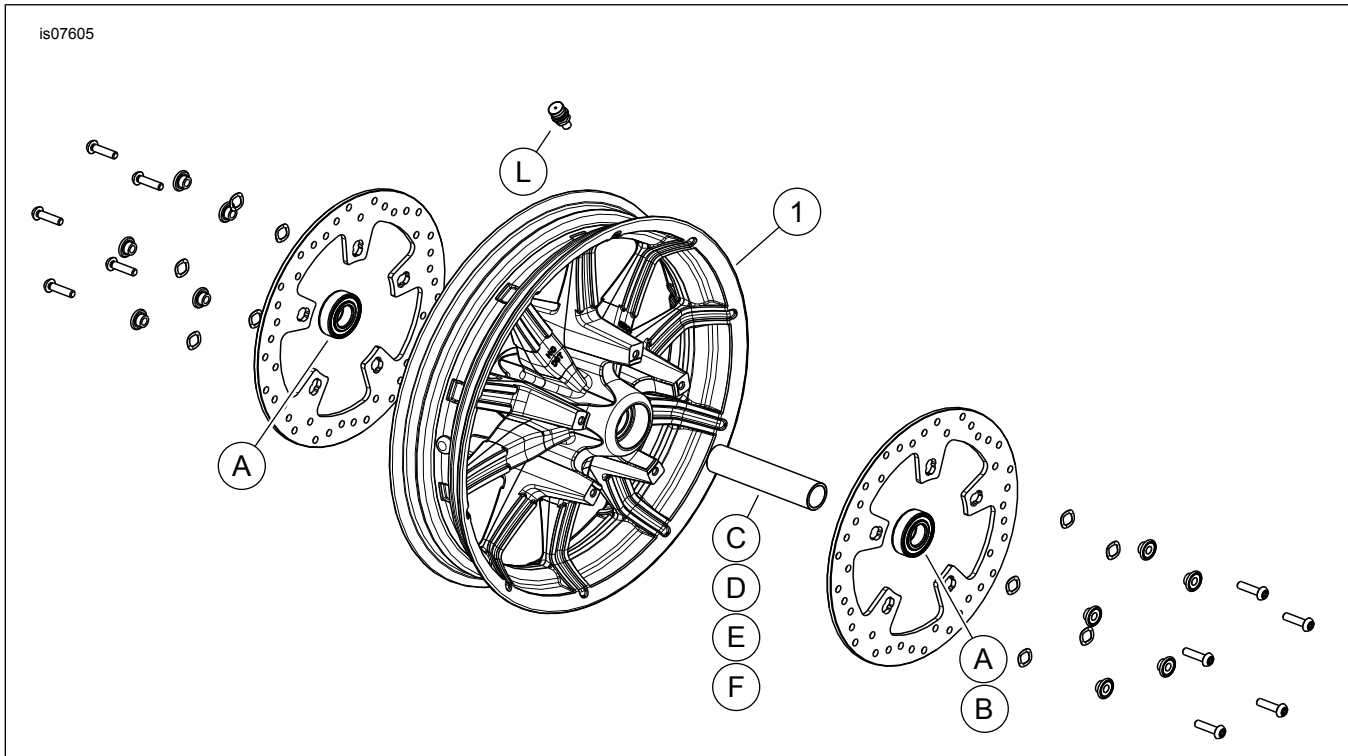

Abbildung 1. Ersatzteile: IMPELLER-VORDERRÄDER
2. Siehe Abbildung 1. Die Ventilschaft-Baugruppe (L) am Rad anbringen. Siehe REIFEN im Werkstatthandbuch.